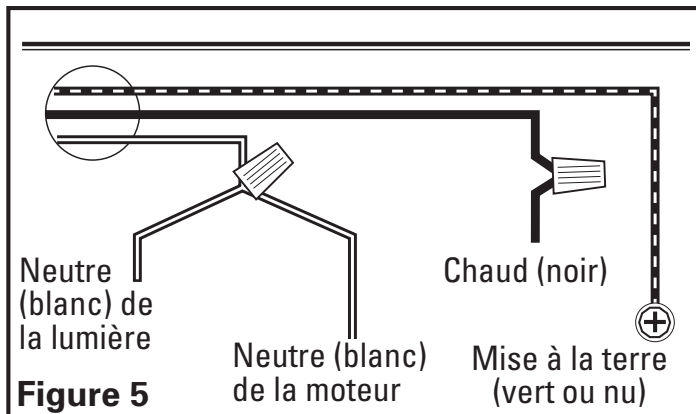

Figure 5
- Connecter les deux fils lâches Blancs de la hotte de cuisine au fil Blanc de l'alimentation, et le fil lâche Noir de la hotte au fil Noir de l'alimentation. Connecter le fil de mise à la terre (vert ou dénudé) de l'alimentation à la vis verte de mise à la terre de la hotte. Utiliser des méthodes de connexion approuvées pour toutes les connexions (**Figure 5**).